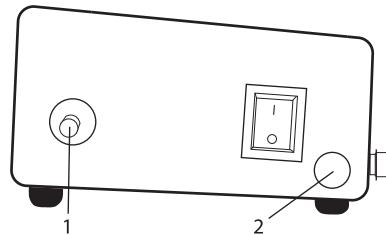

Рис. 5
- Нажмите кнопку газового клапана 2 и в то же время несколько раз нажмите кнопку пьезоподжигателя 1 до тех пор, пока не загорится пламя. Кнопку газового клапана 2 необходимо держать не менее 30 секунд, после чего горелка будет гореть сама и тепловая пушка начнет работать (рис. 5).